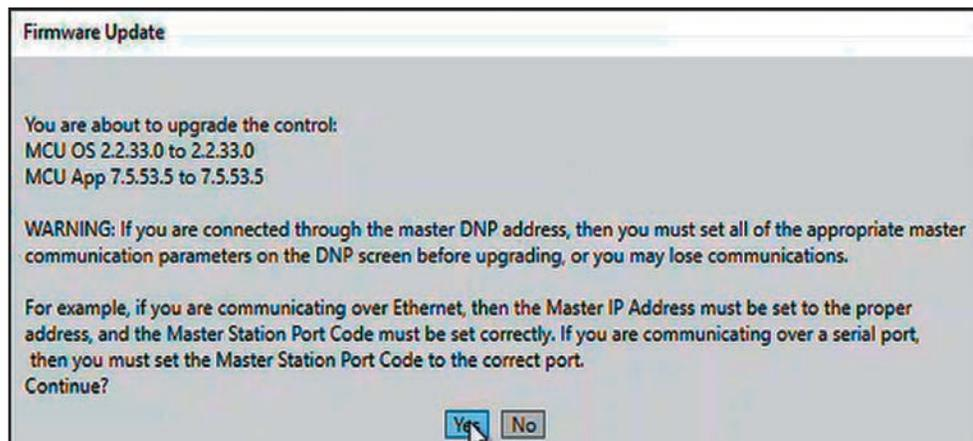

Figura 46. La ventana de diálogo Actualización del Firmware.
PASO 14. En la ventana de diálogo Actualización del Firmware, pulse el botón **Sí**. Ver Figura 46. Seleccionando “No” finalizará el proceso de **Downgrade**.